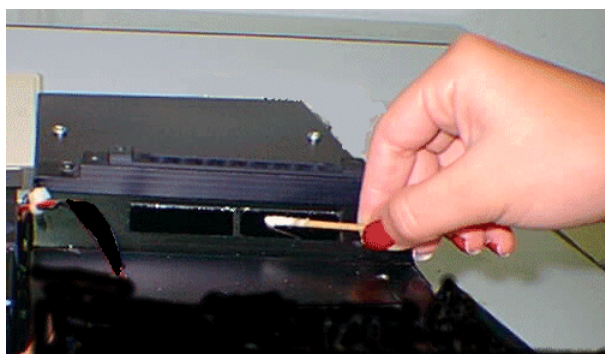

Fig. 9.
- Limpie utilizando algodón rociado con etanol la superficie del tubo fluorescente así como el filtro primario de fluorescencia. Vea Fig. 9.